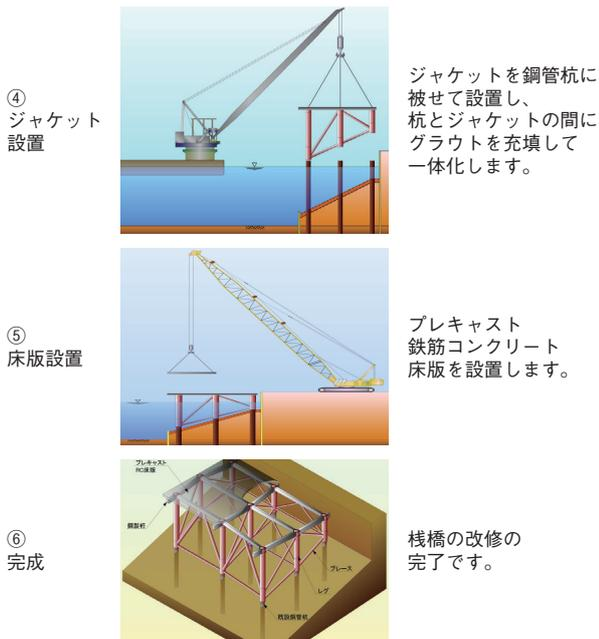

図3 ジャケット式栈橋改修工法の施工フロー
ジャケツト式棧橋改修工法は、図3に示すように①棧橋の鋼管杭の位置・傾斜を実測し、②その実測結果に基づいてジャケツトを工場製作、③並行してRC上部工の桁下面で鋼管杭を切断し、劣化したRC上部工を一括撤去、④ジャケツトを鋼管杭に被せて設置し、鋼管杭とジャケツトの間にグラウトを充填し一体化、⑤プレキャスト鉄筋コンクリート床版を設置するという施工手順で、現場作業が少なく岸壁供用停止期間を従来工法の約半分に短縮できます。
① 杭計測